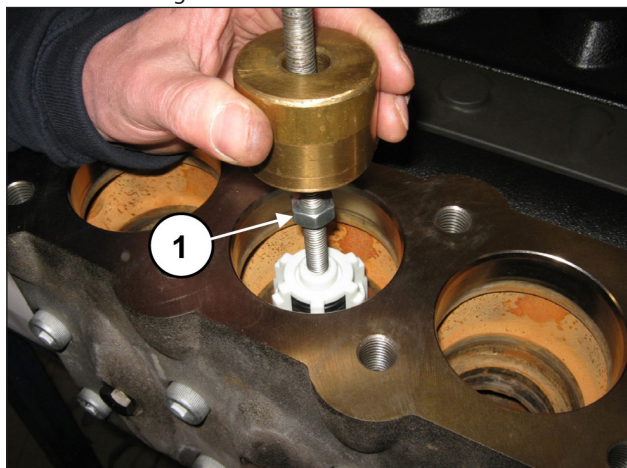

Fig. 100
Extraia o grupo da válvula de descarga por meio de um martelo extrator (cód. 27516400) a ser aplicado no orifício M10 da guia da válvula (pos. ①, Fig. 100) ou, além disso, um possível adaptador M10-M16 (código 25089700) a ser aplicado na rosca M16 da guia da válvula.